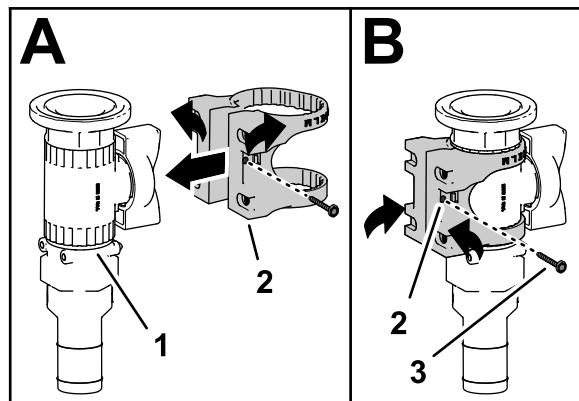

Figura 40
- Monte el soporte de la válvula en la válvula de control bridada, como se muestra en la Figura 40, A.
- Sujete el soporte de la válvula a la válvula de control con el tornillo con arandela prensada (N.º 6), y apriete el tornillo a mano (Figura 40, B).